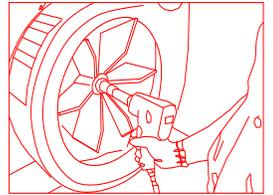

Fig. 6
5. Retire el conjunto de entrada de la carcasa (artículo 33) utilizando un tubo de 9/16" y una llave de tubo para extraer (12) contratuercas (artículo 47). Al colocar el conjunto de toma al costado, tenga cuidado de no tensar demasiado el mazo de cables del interruptor de seguridad
6. Retire el perno y la arandela de seguridad del rotor mediante un tubo de 5/8" y una llave de impacto (ver fig. 6).